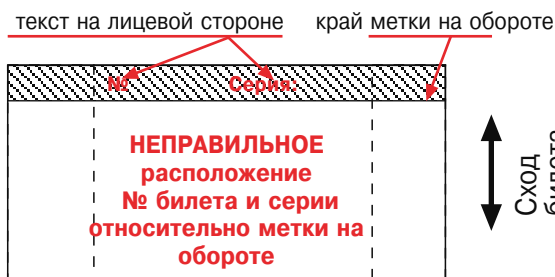

Рис. 8. Совмещенное изображение лицо-оборот («на просвет»)
2. Поле для допечатки серии и номера билета на лицевой стороне билета не должны попадать или быть на границе метки на оборотной стороне. Это приводит к сбоям при нумерации. (Рис. 8).